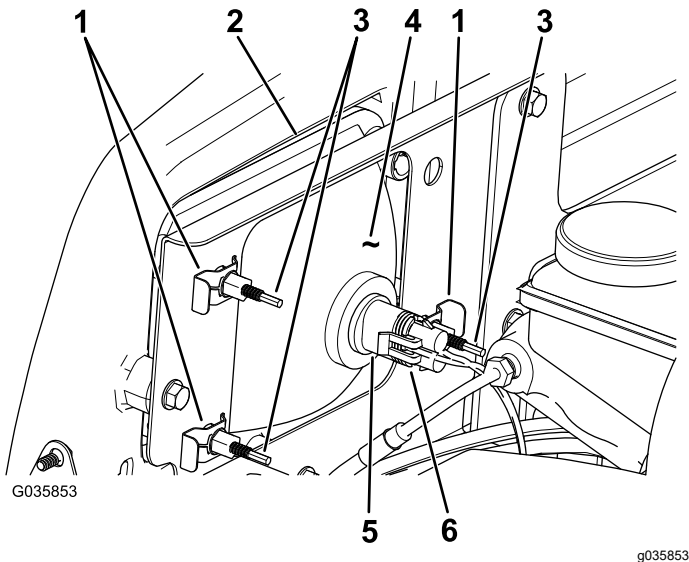

Figura 50
- Desligue o conector elétrico para a cablagem do conector do conjunto da lâmpada (Figura 50).
- Retire os cliques rápidos que fixam o farol ao respectivo suporte (Figura 50).
- Retire o conjunto do farol movendo-o para a frente através da abertura no pára-choques dianteiro (Figura 50).
- Instale o novo farol através da abertura no pára-choques (Figura 50).
- Ligue o conector elétrico para a cablagem ao conector do conjunto da lâmpada (Figura 50).
- Na parte traseira do conjunto de faróis, rode os parafusos de ajuste (Figura 50) para inclinar o conjunto dos faróis e alinhar a posição do feixe.